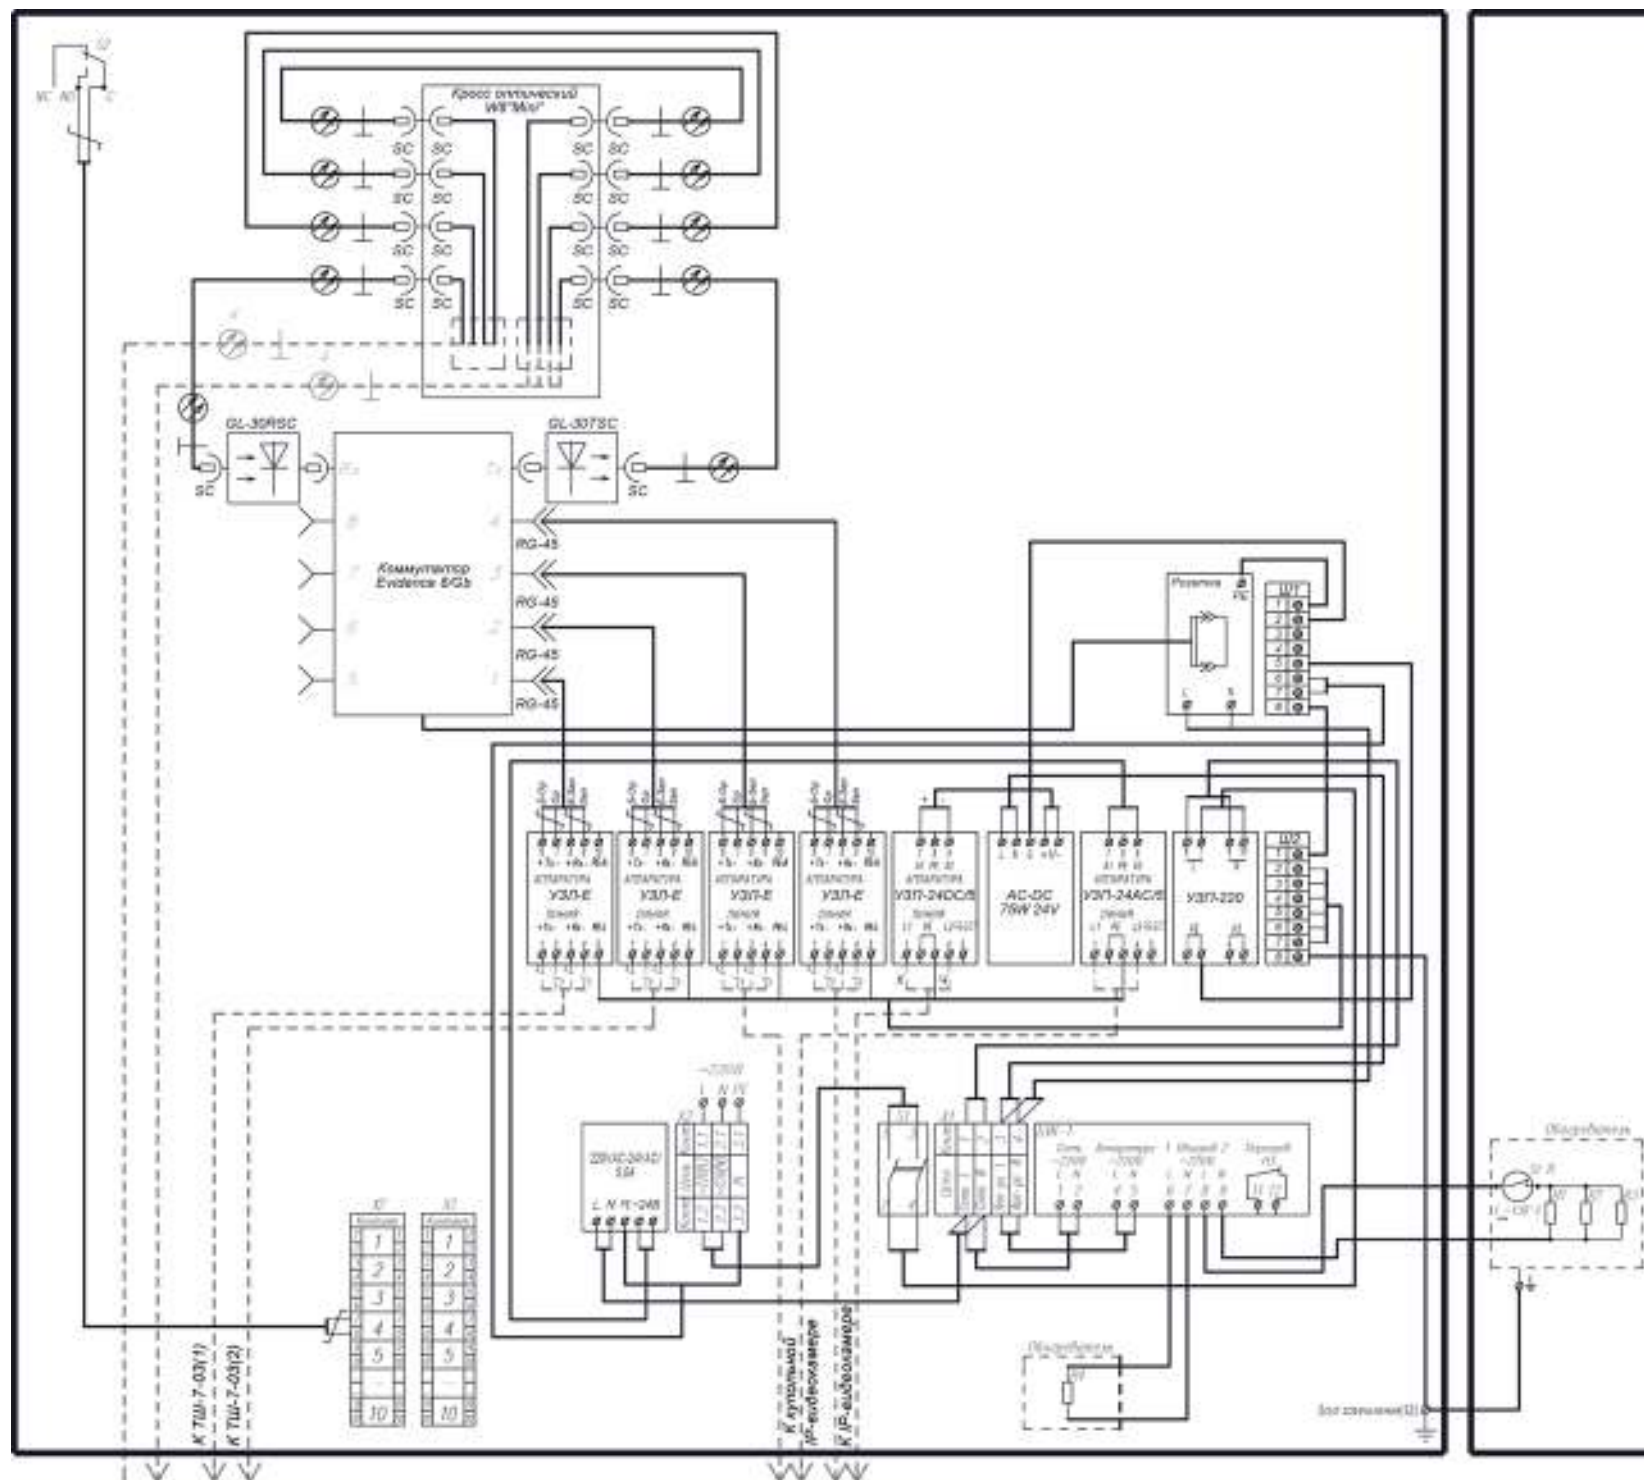

Рис. 2 Схема электрическая принципиальная
Подключение цепей изделия производится в соответствии со схемой электрической принципиальной (рис.2). Для подключения необходимо:
- 2. Подключить видеокамеры к устройствам защиты УЗЛ-Е и УЗП-24 согласно схеме (рис.2).
- 3. Подключить линии ETHERNET от соседних шкафов к устройствам защиты УЗЛ-Е (рис.2);
Температура включения (отключения) обогревателей устанавливается переключателем «Вкл. обогрев», температура отключения (включения) питания аппаратуры устанавливается переключателем «Откл. аппаратуры» (рис.2). Производителем выставлены следующие значения: